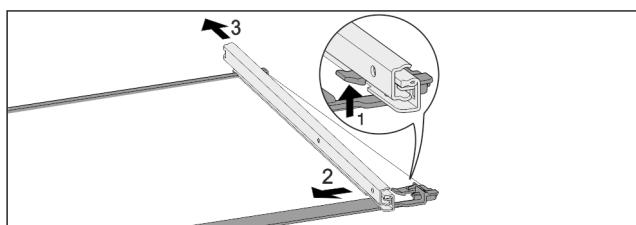

Fig. 40 Стеклянная пластина с направляющими
- Отожмите передний стопорный крючок вверх. Fig. 40 (1)
- Сдвиньте выдвижную направляющую в сторону Fig. 40 (2) и назад Fig. 40 (3).